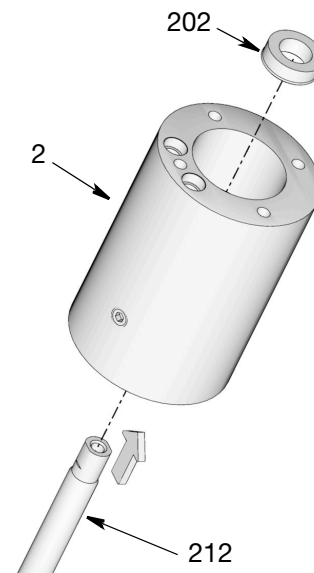

图 35
27. 使用位移杆 (212) 将封装的 U 形杯 (202) 推出泵适配器 (2)，方向如图 35。丢弃 U 形杯 (202)。新的杯子包括在套件中。